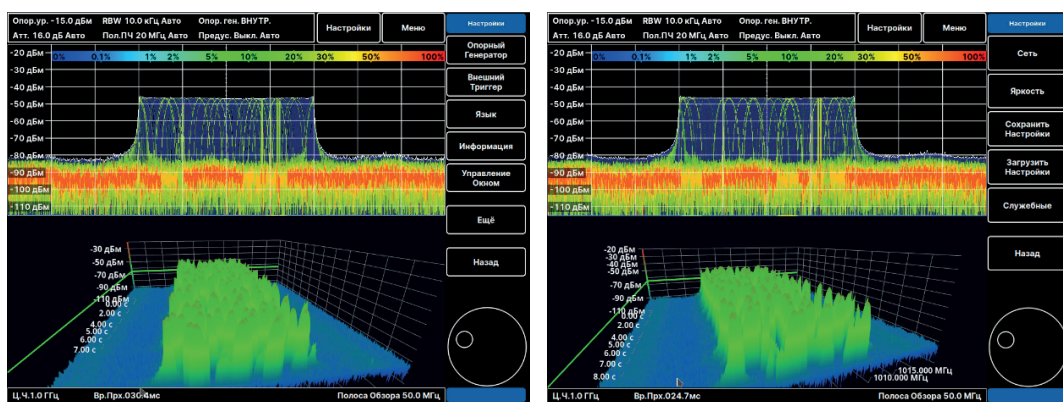

Рис. 4 Страницы служебное меню графического интерфейса
Служебные функции управления вызываются из главного меню нажатием экранной клавиши **Настройки / Settings** в верхней части сенсорного экрана (Рис. 4) или сенсорной клавиши **Настр / Setup** на боковой клавиатуре. В данном разделе меню доступны 10 подразделов на 2 страницах, переход между страницами осуществляется нажатием экранных клавиш **Ещё / More** и **Назад / Back** (Рис. 4).
- нажмите **Сохранить настройки / Save Settings** в служебном меню (Рис. 4);
- нажмите **Загрузить настройки / Restore Settings** в служебном меню (Рис. 4);